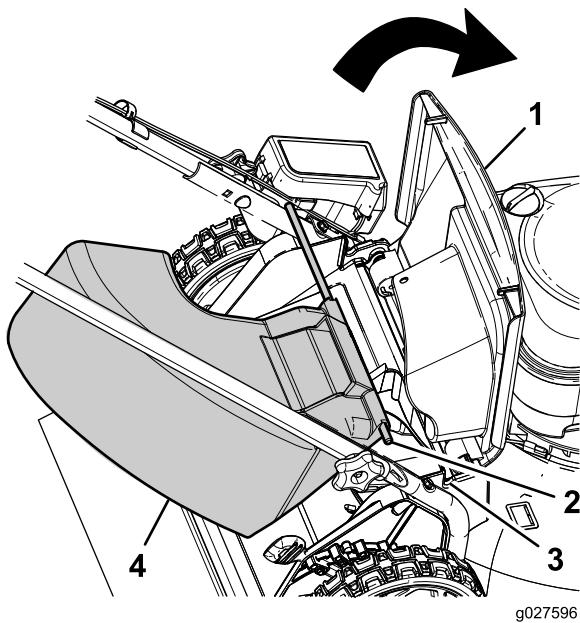

Bild 20
1. Heben Sie das hintere Abdeckblech an (Bild 20).
2. Setzen Sie die Stangenenden des Seitenauswurfschlitzes in die Kerben an den Holmhalterungen (Bild 20).